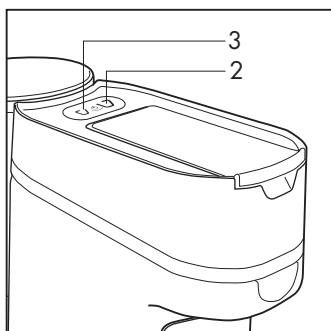

Fig. 4
- Accendere la macchina premendo uno dei simboli(2)o(3) o contemporaneamente i 2 simboli (2)e(3) **(Fig.4)** I simboli (2-3) lampeggeranno ad intermittenza, fino al raggiungimento della temperatura; quando i simboli (2-3) si illuminano in modo fisso, la macchina è pronta per l'utilizzo.
Per utilizzare nuovamente la macchina premere un simbolo erogazione (2-3) ed attendere il riscaldamento: i simboli di erogazione (2-3) lampeggeranno ad intermittenza, fino al raggiungimento della temperatura; quando i simboli(2-3) si illuminano in modo fisso, la macchina è pronta per l'utilizzo. **(Fig.4)**.
La macchina può essere spenta premendo e tenendo premuto contemporaneamente per 5 secondi i simboli (2-3) **(Fig.4)**
- Controllare che non ci siano capsule all'interno della macchina e che ci sia acqua nel serbatoio (8); accendere la macchina premendo uno dei simboli(2-3) o contemporaneamente i 2 simboli (2-3) **(Fig.4)**